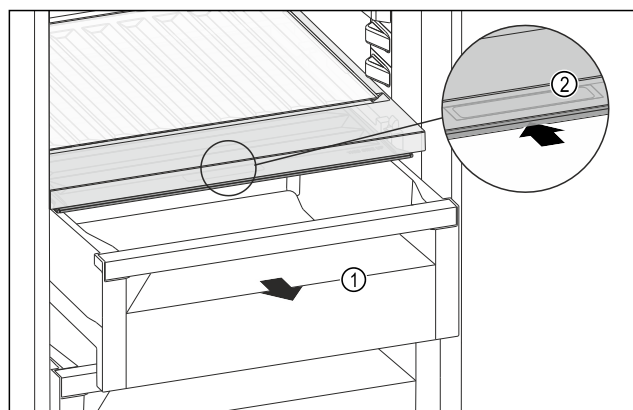

Fig. 121
- Trekk ut skuffen Fig. 121 (1).
- Ta tak i det innfelte grepet Fig. 121 (2) på lokket, og skyv lokket samtidig bakover.